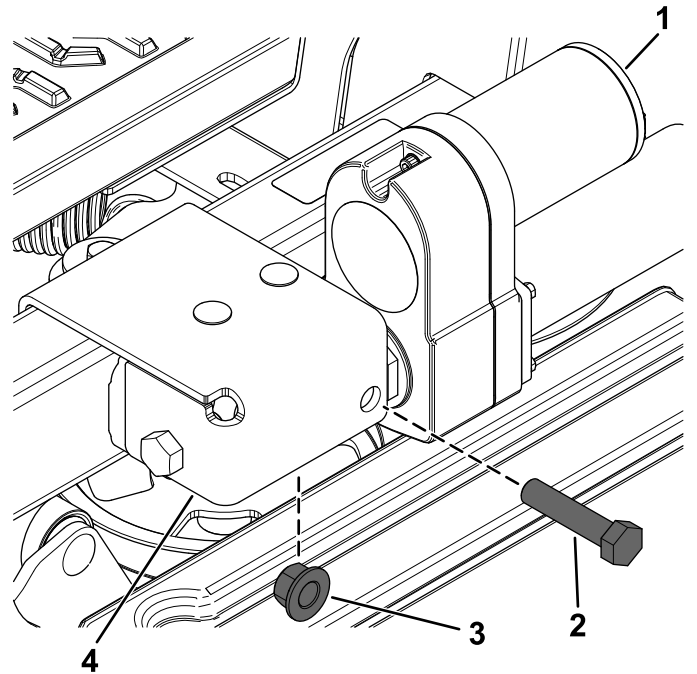

Figure 21
3. Fixez l'actionneur sur son support extérieur à l'aide de 1 boulon à embase ( $\frac{1}{2}$ " x  $2\frac{1}{4}$ " ) et 1 contre-écrou ( $\frac{1}{2}$ " ), comme montré à la Figure 21.